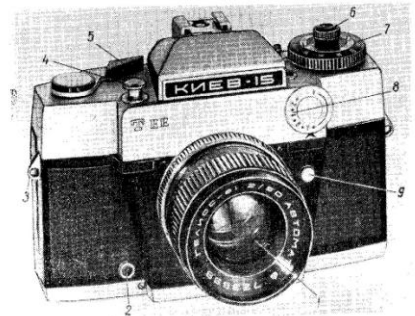
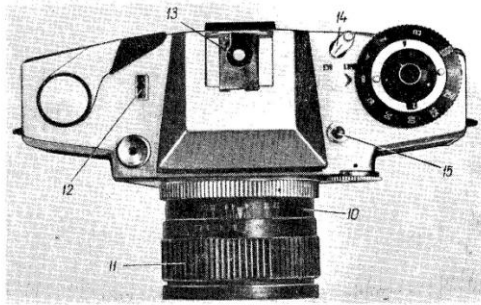
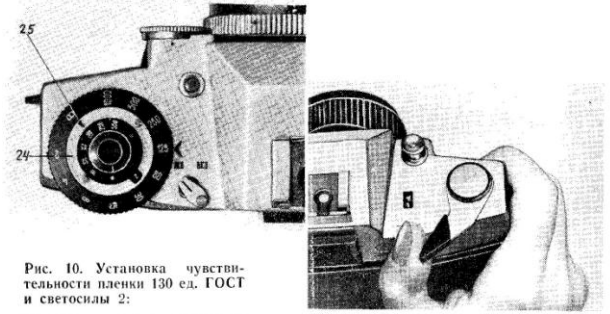
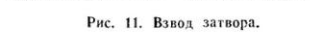

Рис. 1. Общий вид фотоаппарата:
Рис. 2. Вид фотоаппарата сверху:
Рис. 10. Установка чувствительности пленки 130 ед. ГОСТ и светосилы 2:
Рис. 11. Взвод затвора.
На рис. 1, 2, 3, 4 показаны основные детали фотоаппарата.
Включение дополнительного диапазона производится только при выдержке 1/60 сек головкой 6 (рис. 1). Установленную на желтую точку головку необходимо приподнять и повернуть до совмещения индекса на ней с красной точкой на шкале чувствительности.
- выключить экспонометрическое устройство выключателем 14 (рис. 2);
- проверить, установлен ли индекс головки 6 (рис. 1) на желтую точку.
- нажать кнопку 15 (рис. 2) и, наблюдая в окуляр визира, проверить положение стрелки гальванометра относительно шкалы диафрагм: стрелка должна отклониться не менее чем до точки, соответствующей диафрагме 5,6. Если стрелка не доходит до указанного деления, значит напряжение ниже допустимого и элемент необходимо заменить.
7. Отключить механизм автоматической установки диафрагмы поворотом диска 8 (рис. 1) против часовой стрелки до установки любого значения диафрагмы, нанесенного на шкале против индекса на корпусе, так как спусковая кнопка при слабой освещенности может быть заблокирована.
- повернуть диск 24 (рис. 10) до появления в окне значения светосилы установленного на камере объектива;
- придерживая кольцо установки выдержек 7 (рис. 1), повернуть головку 6 до совмещения значения чувствительности заряженной пленки с индексом 25 (рис. 10).
10. Включить механизм автоматики, повернув диск 8 (рис. 1) по часовой стрелке до совмещения буквы «А» с индексом.
Питание экспонометра включается выключателем 14 (рис. 2). Затвор взводится поворотом рычага до упора (рис. 11). Для удобства взвода рычаг сначала поворачивается на 15° без передачи движения на механизмы аппарата. Если взвод произведен полностью, то рычаг автоматически возвращается в исходное положение, если не полностью — остается в промежуточном положении. В этом случае затвор следует довести.
Выдержки устанавливаются (рис. 12) как при спущенном, так и при взведенном затворе поворотом кольца 7 (рис. 1) до совмещения выбранного значения выдержки с индексом на верхней крышке.
Наводка объектива на резкость (рис. 13), а также установка его по шкале расстояний производится вращением кольца 11 (рис. 2) объектива. Кольцо поворачивают до тех пор, пока изображение объекта на микрорастре и матовом стекле не станет резким.
Если стрелка находится под указателем в конце шкалы диафрагм (положение «света много»), то спусковая кнопка не блокируется. Для получения нормальных (непередержанных) негативов нужно уменьшить выдержку. Если стрелка находится над одним из делений участка шкалы диафрагм между указателями, то можно производить съемку, плавно нажав спусковую кнопку 4 (рис. 1). При этом диафрагмируется объектив, автоматически поднимается зеркало, срабатывает затвор, после чего зеркало опускается. При возвращении спусковой кнопки в исходное положение диафрагма объектива автоматически открывается.
Фотоаппарат снабжен штепсельным гнездом 2 (рис. 1) и контактом в обойме 13 (рис. 2) для подключения различных ламп-вспышек. Съемку с лампой-вспышкой следует производить только при отключенной автоматике на любой из выдержек от 1/60 до 1/2 сек, выделенных на шкале желтым цветом.
В фотоаппарате предусмотрен учет светосилы устанавливаемых специальных объективов (от 1,4 до 4) с помощью диска 24 (рис. 10).